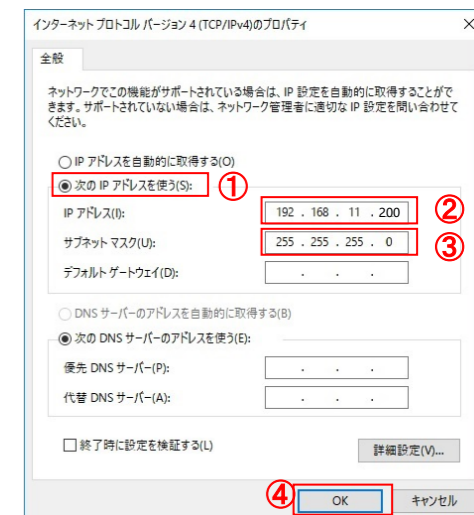

図2. IPアドレス設定
(1) スタートメニューより「Windowsシステムツール」をクリックします
(7) サブメニューより「プロパティ」をクリックします
(9) 「次のIPアドレスを使う」をクリックします（図2、①）
(10) IPアドレスに「192.168.11.200」を入力します（図2、②）
(11) サブネットマスクに「255.255.255.0」を入力します（図2、③）
(12) OKをクリックします（図2、④）